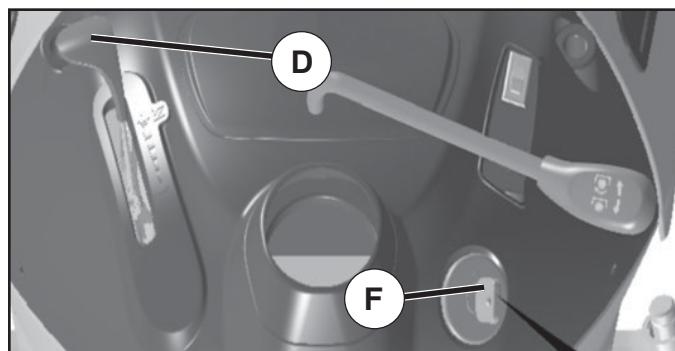

Fig. 17
- Mueva el control de la aceleración (D) a la posición de lento.
- Gire la llave de ignición (F) a la posición de apagado "STOP" y remueva la llave al abandonar el tractor para evitar el uso no autorizado.
### PARA USAR EL CONTROL DE LA ACELERACIÓN (D) (Vea Fig. 17)